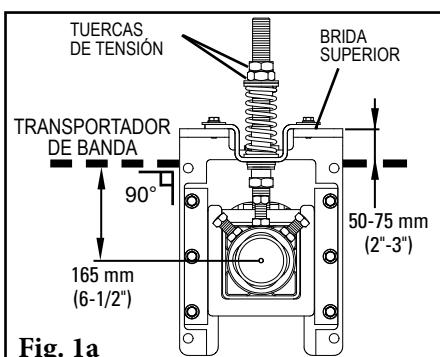

Fig. 1a
**1a. Bases de montaje del tensor de resorte:** (para tensión de empuje) consulte las instrucciones adicionales en la Página 10). Con una mordaza coloque la base de montaje en posición de manera que la brida superior de la base quede a 50-75 mm sobre la banda. Atornille o suelde la base de montaje en su lugar. Ubique e instale la base de montaje en el lado opuesto. Ajuste las tuercas de tensión de cada lado para que el centro del montaje del eje de torsión esté a 165 mm por debajo de la línea de la banda (Fig. 1a).